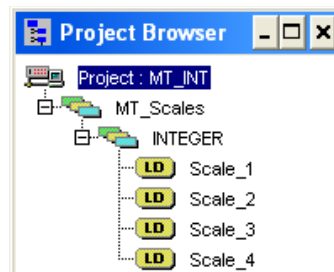

Figure 5-7 : Projet visualisé dans le navigateur de projet
- La carte réseau doit ensuite être configurée. Cliquez deux fois sur votre projet dans le navigateur. Dans cet exemple, cliquez sur l'article en surbrillance bleue (Figure 5-7) afin d'ouvrir la fenêtre de configuration PLC.